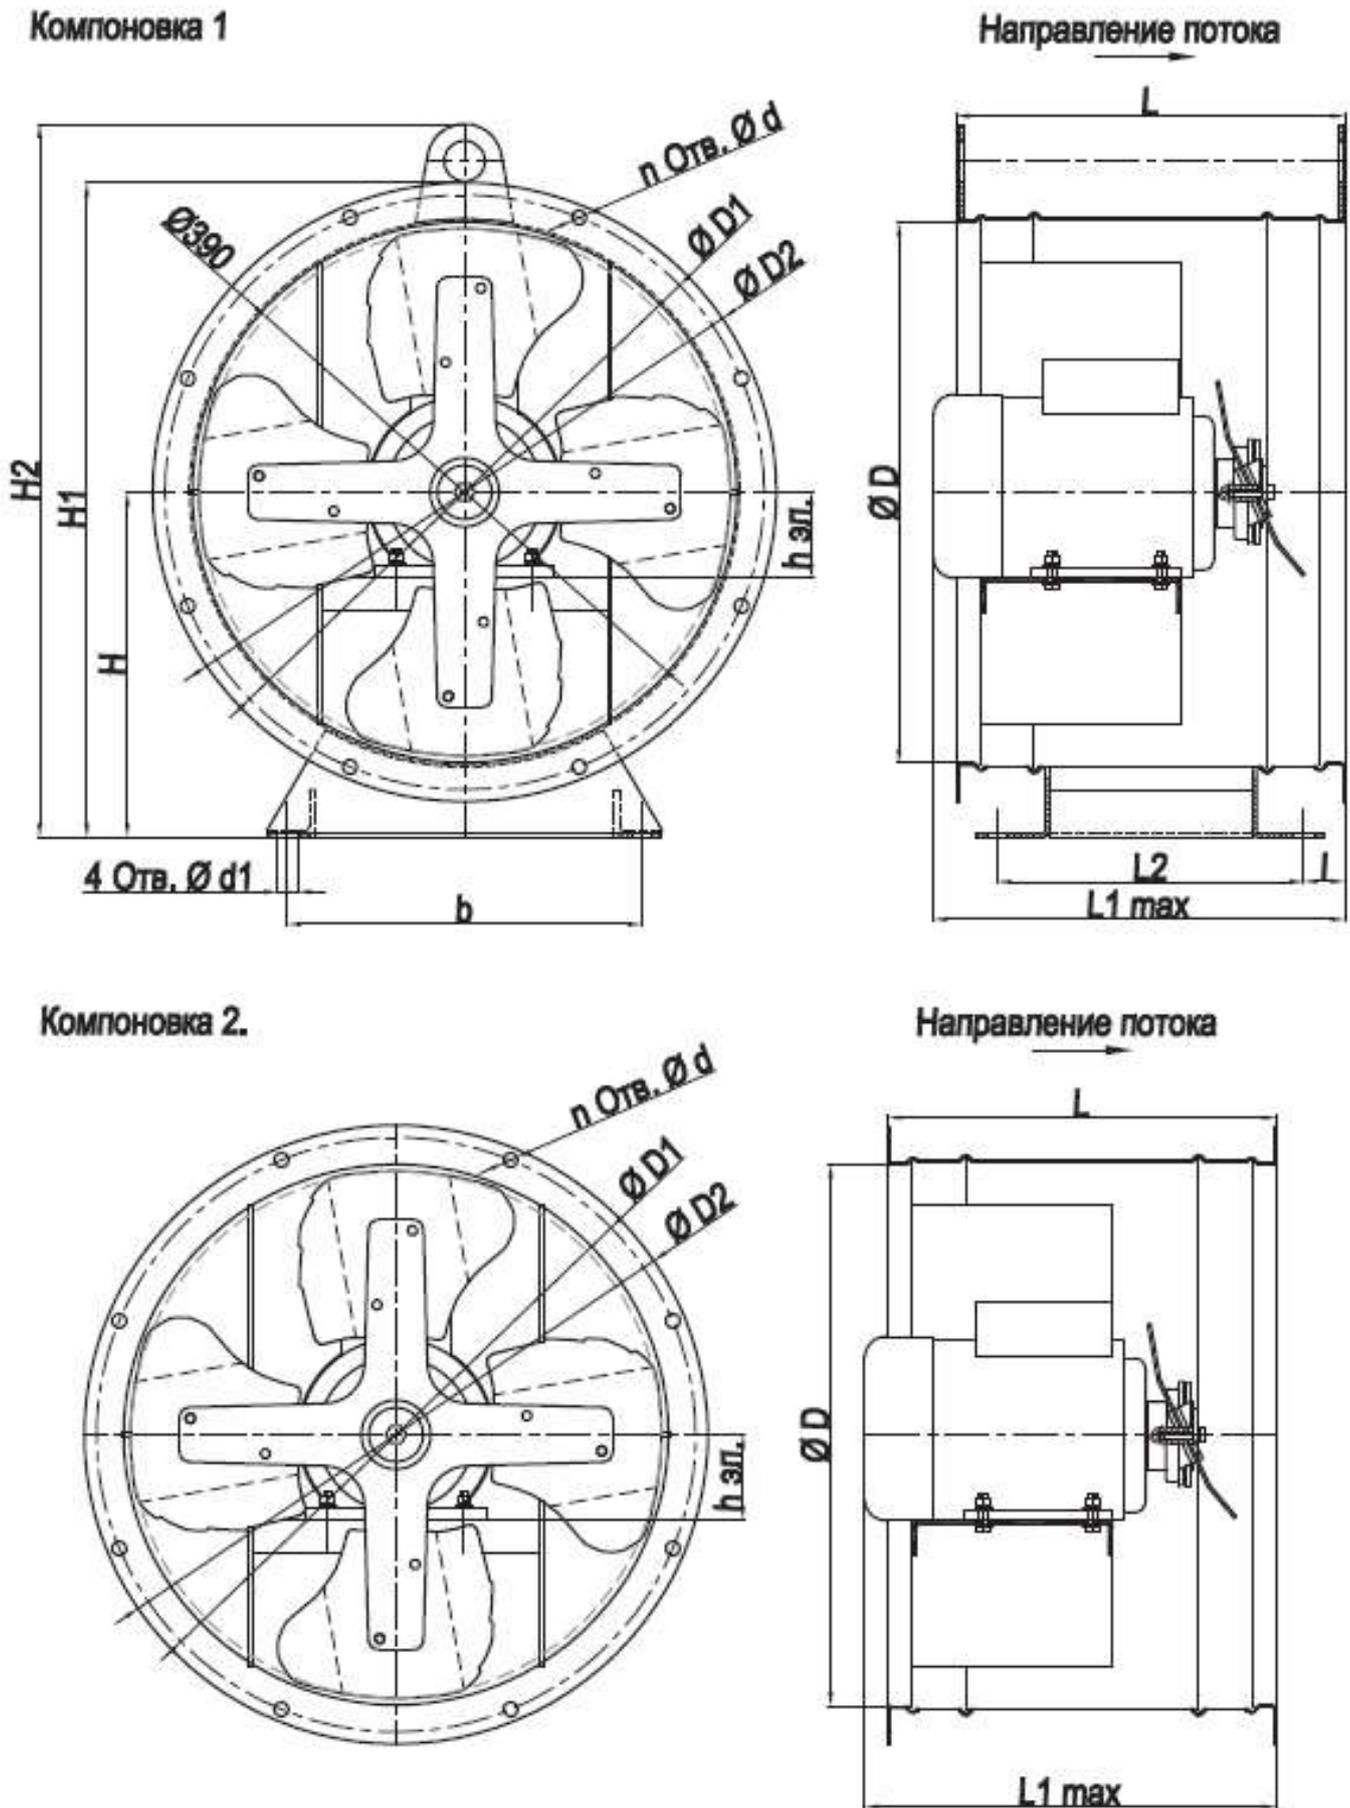

РИС. 1. Габаритные и присоединительные размеры вентиляторов В0 13-284
1.2.2. Устройство вентиляторов, габаритные, присоединительные и установочные размеры вентиляторов указаны на рис. 1, табл. 1.